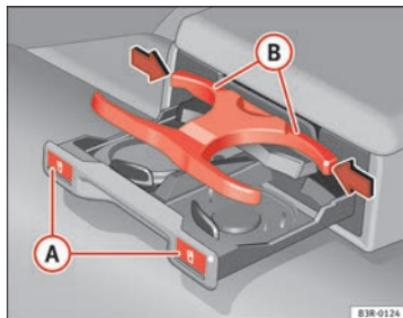

Fig. 121 Suporte de bebidas no apoio de braços traseiro
- Prima sobre o símbolo  **A** ⇒ fig. 121.